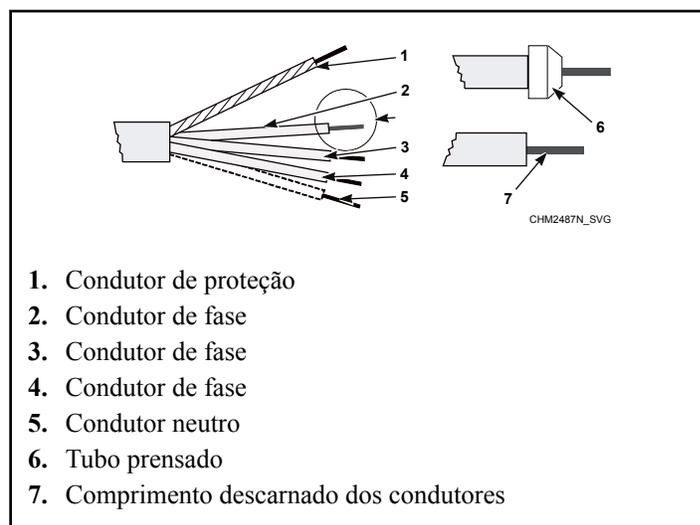

Figura 25
2. Descarne as extremidades dos condutores. Ver *Figura 25*. O condutor de proteção deve ser mais longo, para que seja direcionado para a máquina sem tensão.